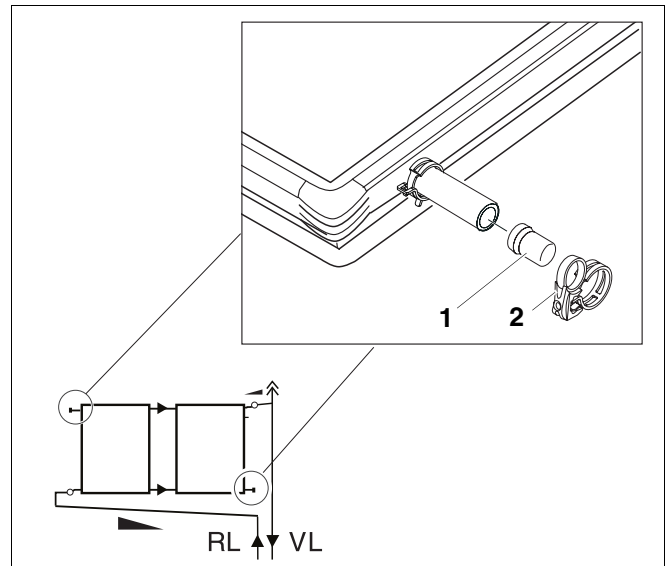

Fig. 46 Acoplar el tapón ciego
- ▶ Acople primero en el tubo solar corto los tapones ciegos (fig. 46, **pos. 1**) con el borde reforzado.
- ▶ Deslice la abrazadera (fig. 46, **pos. 2**) hasta el borde reforzado del tapón ciego (fig. 46, **pos. 1**). Cuando la posición de la abrazadera sea la correcta, podrá retirar el anillo tensor azul.